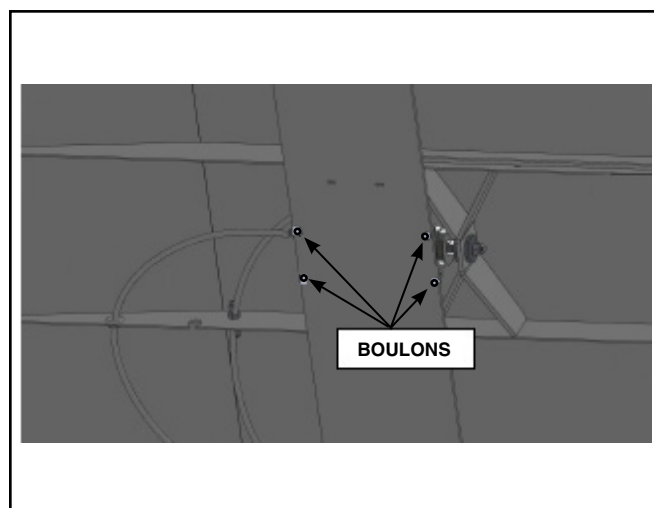

Figure 8 - Installation des boulons
2. Installer les boulons qui fixent la plaque au vérin. Voir Figure 8.
3. Installer l'écrou avec les rondelles en acier et en caoutchouc pour fixer la tige du vérin au bâti de la rampe. Voir Figure 8.